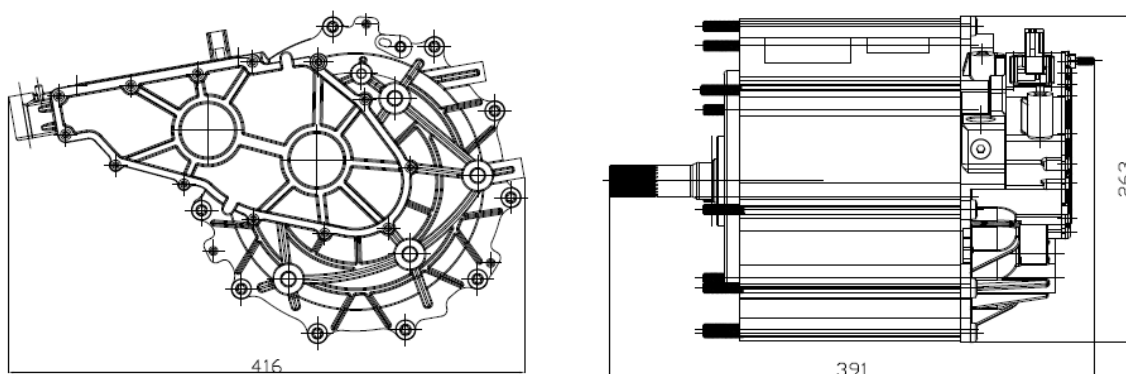

图 8
3. 驱动电机外观尺寸大小 $A \times B \times C = 416\text{mm} \times 391\text{mm} \times 263\text{mm}$ （见下图 8）：